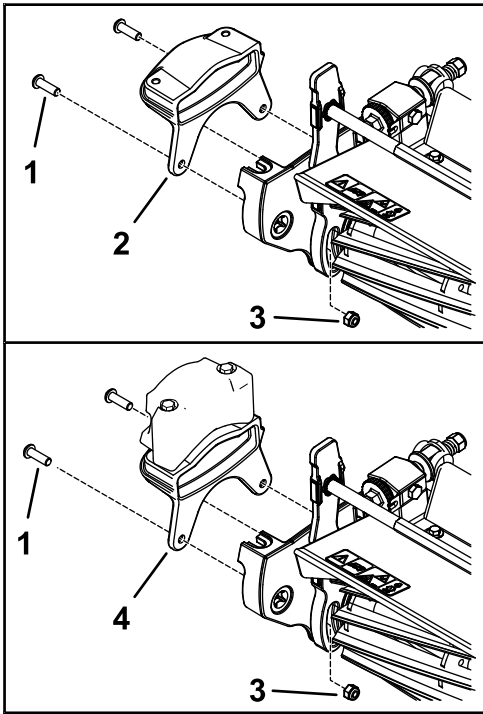

图 9
1. 如 图 9 所示用 2 个螺栓  $\frac{5}{16}$  英寸和 2 个螺母  $\frac{5}{16}$  英寸将新配重块固定到滚刀组侧面。